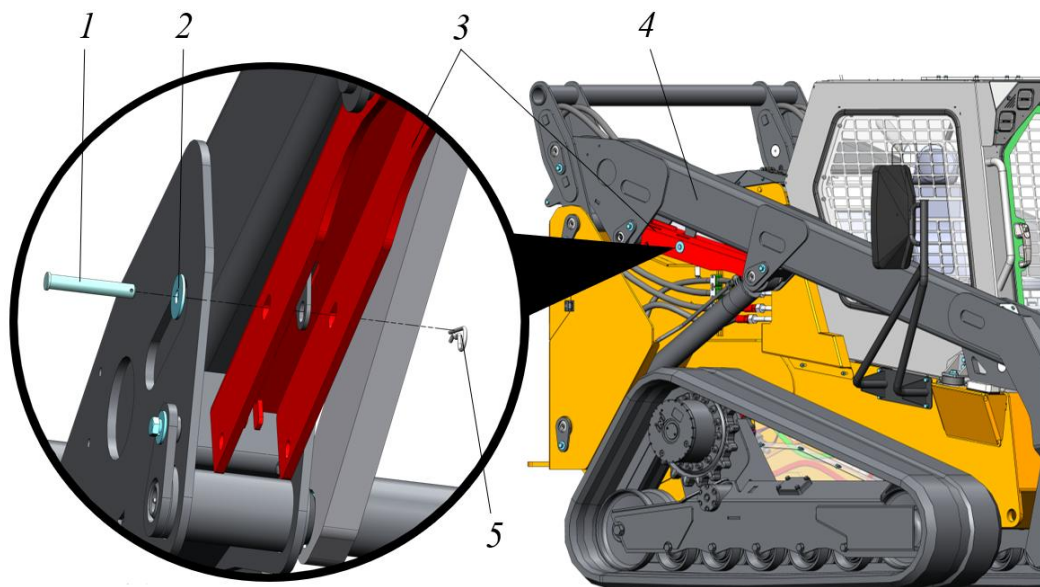

Рисунок 3.40. Снятие блокиратора
- Придерживая блокиратор 3 извлечь из соединения со стрелой 4 шплинт 5, затем ось 1 и шайбу 2, см. рис. 3.40. Аккуратно опустить блокиратор на корпус гидроцилиндра.